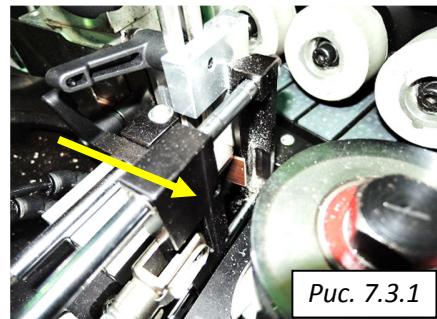

Рис. 7.3.1
7.3 Настройка гильотинных ножниц (Рис. 7.3.1)